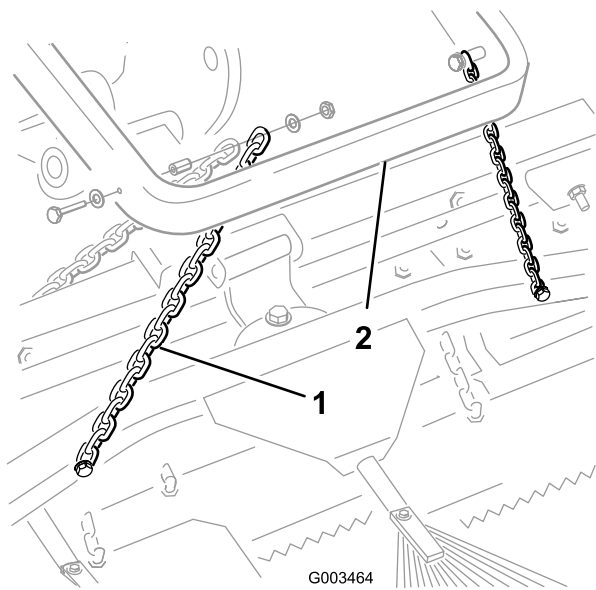

図 11
- A. 図 10または図 11を参照して、昇降アームから移動走行用チェーンを取り外す。